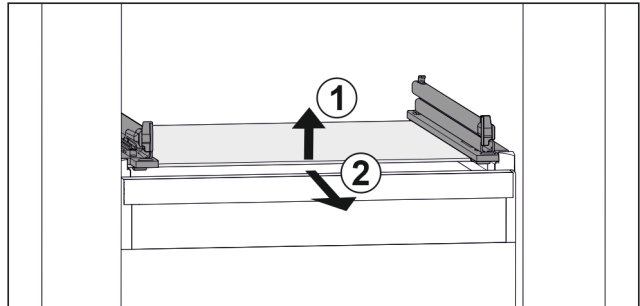

Fig. 121 Примерное отображение стеклянной пластины
- ▶ Приподнимите стеклянную пластину спереди. (Fig. 121 (1))
- ▶ Извлеките стеклянную пластину движением вперед. (Fig. 121 (2))